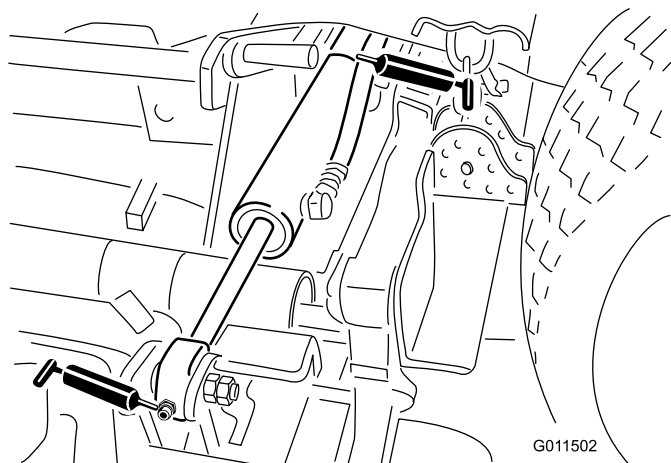

Figura 48
Cilindro di sollevamento laterale (4) (Figura 48).